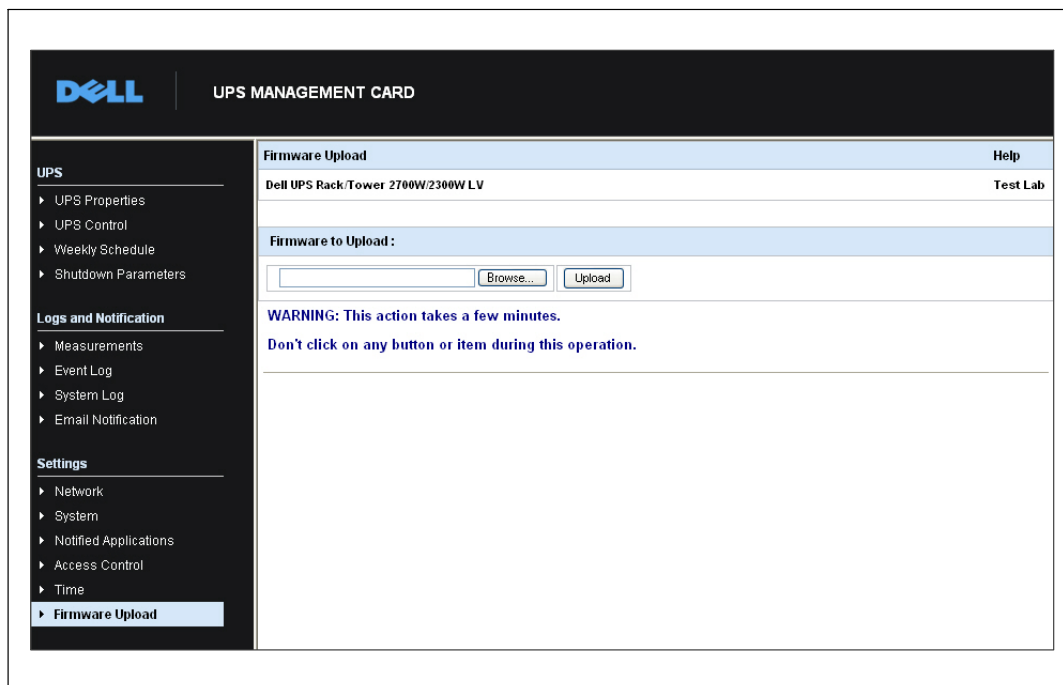

Figure 46. Page de téléchargement du micrologiciel
- 2 Cliquez sur **Téléchargement du micrologiciel** dans la barre de menu pour ouvrir la page de téléchargement du micrologiciel (voir la Figure 46).